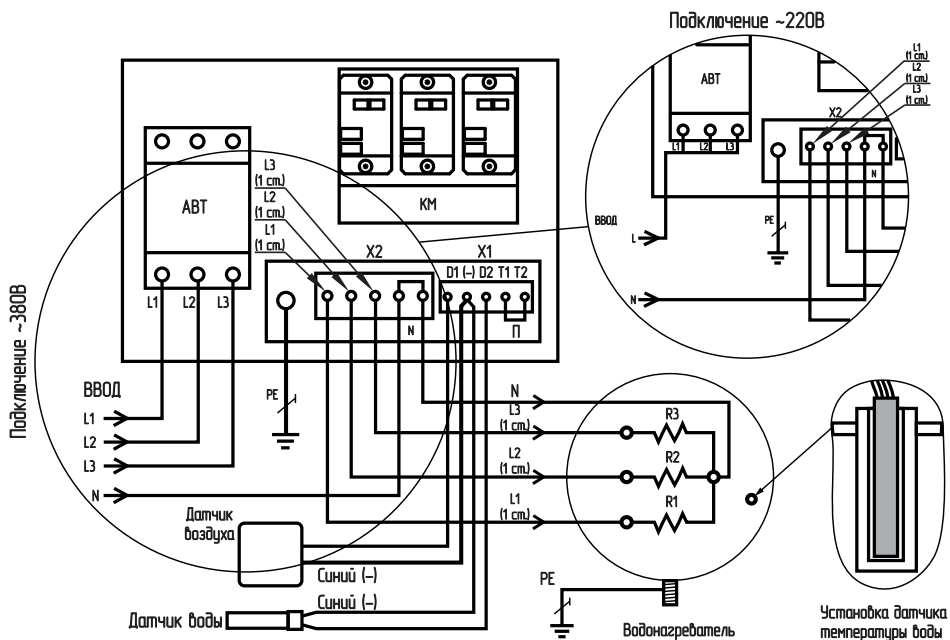
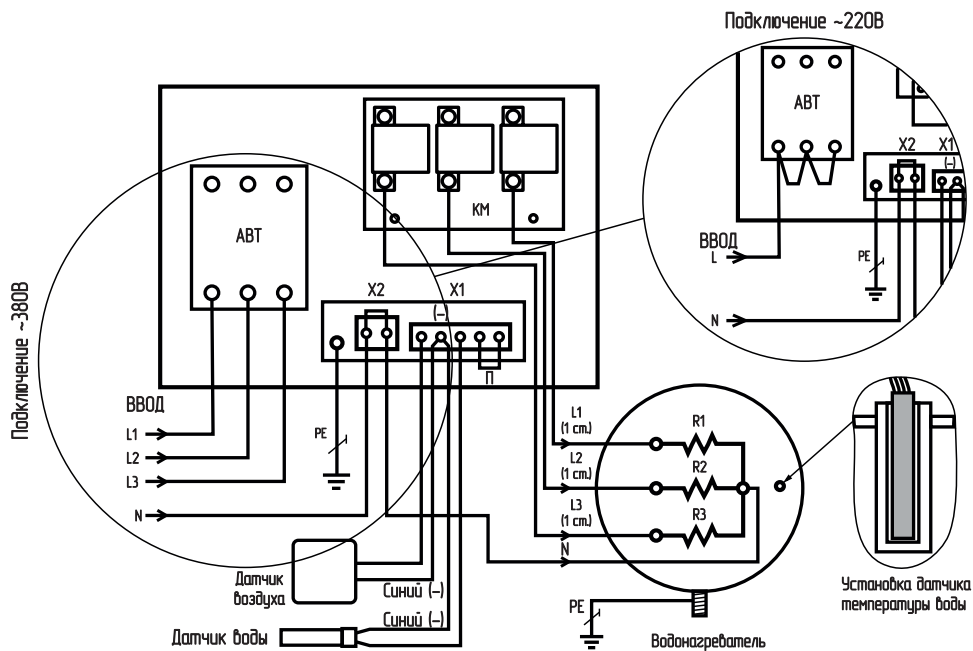
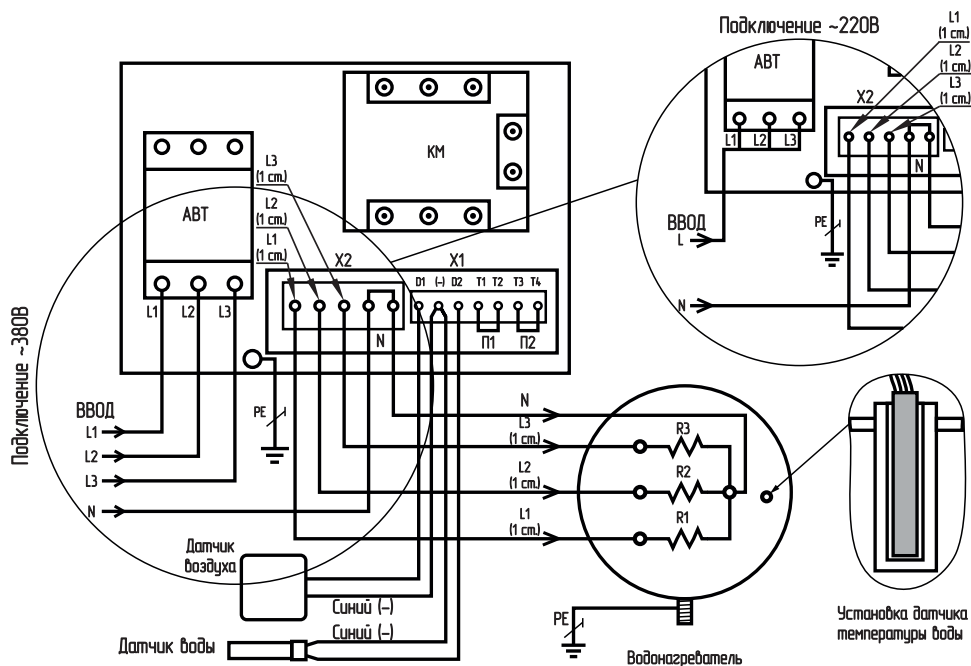

Рис.1 Схема подключения ПУ ЭВТ мощностью до 9 кВт
Рис.2 Схема подключения ПУ ЭВТ мощностью до 15 кВт
Рис.3 Схема подключения ПУ SSR мощностью до 9 кВт и до 15 кВт
- Эксплуатация панели управления должна осуществляться только при условии ее подключения в соответствии со схемой подключений (**Рис.1; Рис.2; Рис.3**);
9. Подключите панель к питающей сети кабелем соответствующего сечения, исходя из номинальной мощности котла или ТЭНБ, согласно схеме подключений (**Рис.1; Рис.2; Рис.3**) настоящего паспорта и инструкции по эксплуатации.
10. При подключении панели управления к однофазной сети переменного тока соедините вместе клеммы L1, L2, L3 вводного автомата и подключите их к фазному проводу питающей сети. Нулевой провод питающей сети подключается согласно схеме (**Рис.1; Рис.2; Рис.3**).
- Поместите в него датчик до упора, предварительно смазав термопастой (**Рис.1; Рис.2; Рис.3**);
- Подключите датчики к монтажной колодке X1 в соответствии со схемой (**Рис.1; Рис.2; Рис.3**), обращая особое внимание на полярность датчиков. Провода датчиков синего цвета, помеченные знаком (-) подключаются на клемму колодки X1, помеченную знаком (-) (**Рис.1; Рис.2; Рис.3**). Датчики подключаются медными проводами сечением 0,5-0,75 кв.мм необходимой длины. При длине провода более 10 метров желательно использовать провода, свитые в пары (не более 50 метров);
12. Подключите панель к котлу или твердотопливному котлу с установленным ТЭНБ, согласно схеме подключений (**Рис.1; Рис.2; Рис.3**) кабелем соответствующего сечения, исходя из номинальной мощности котла или комплекта ТЭНБ;
13. Выполните заземление (защитное зануление) корпуса панели, в соответствии со схемой подключений (**Рис.1; Рис.2; Рис.3**).
- Нулевой рабочий провод сети (N) должен подсоединяться к колодке X2 «НЕЙТРАЛЬ» внутри панели и к общему проводу ТЭН котла или ТЭНБ;
- Подключить внешний термостат к монтажной колодке X1 вместо перемычки (П) **Рис.1; Рис.2** или (П1) **Рис.3** для ПУ ЭВТ SSR до 9 и до 15 кВт.
Внимание! В случае отсутствия перемычки (П или П1 для ПУ ЭВТ SSR до 9 и до 15 кВт) или срабатывания внешнего термостата, подключенного вместо перемычки к колодке X1 (**Рис.1; Рис.2; Рис.3**) устройство будет отключено.
- Подключить датчик перегрева теплоносителя к монтажной колодке X1 вместо перемычки (П2) **Рис.3**.
Внимание! В случае отсутствия перемычки (П2) или срабатывания датчика перегрева теплоносителя, подключенного вместо перемычки к колодке X1 (**Рис.3**) устройство будет отключено.